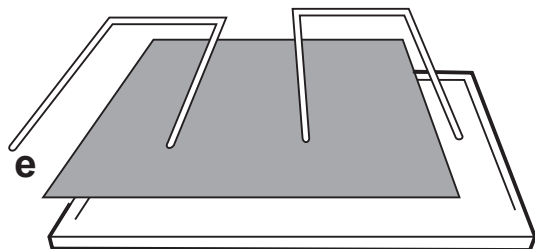

Fig. 3
3. Togliere il dispositivo di bloccaggio del filtro antigrasso. **Fig. 3 (e).**